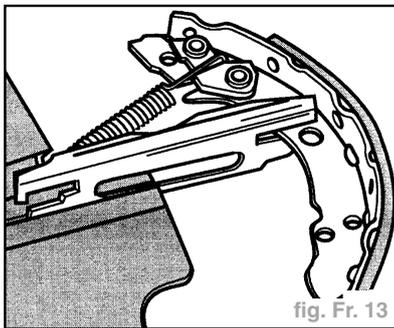

fig. Fr. 13
- Accrocher le ressort de contact dans le segment et mettre celui-ci sur la tige de pression (fig. Fr. 13).